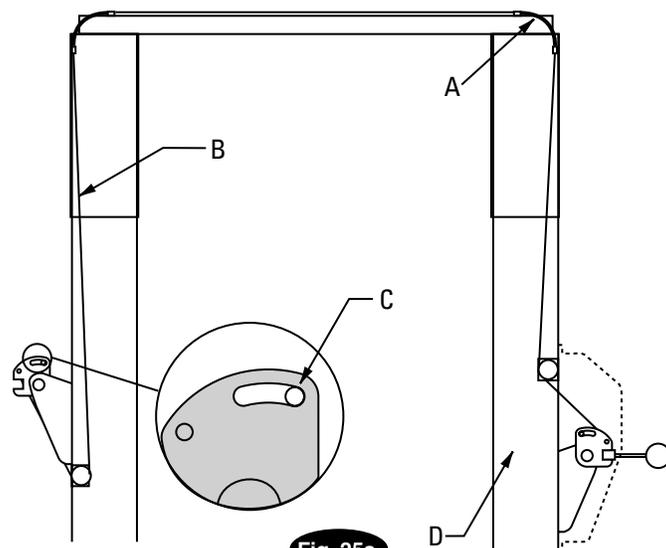
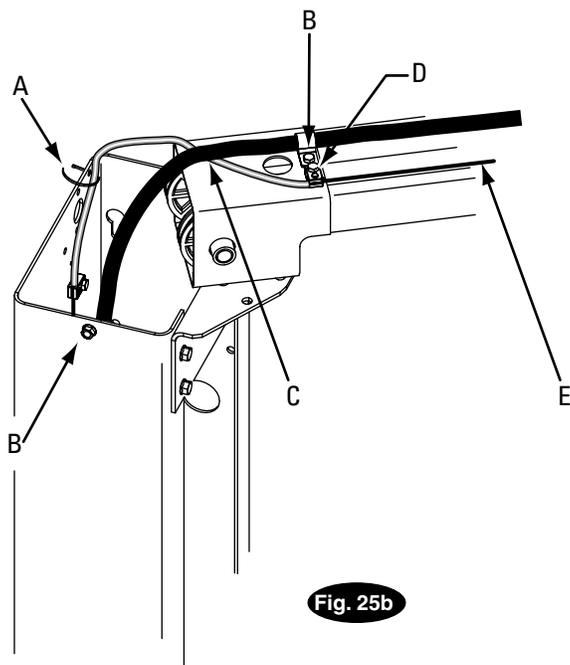
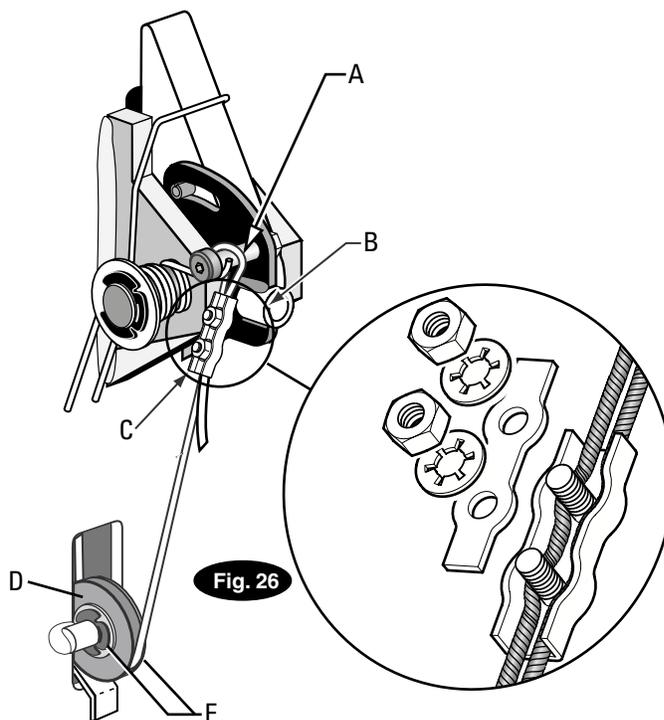

Fig. 25a
Fig. 25b
Fig. 26
- D) Fissare le staffe della guida del cavo del gancio di arresto alla traversa superiore come mostrato nelle figure 25a e 25b. Utilizzare sempre i fori sul lato di avvicinamento al ponte di sollevamento. Fissare le viti cilindriche a testa esagonale nel foro più vicino al centro della traversa superiore, fig. 25b.
- E) Far passare il cavo in alto all'interno della colonna e attraverso la guida del cavo del gancio di arresto, fig. 25a & fig. 25b.
IMPORTANTE Fissare la guida del cavo del gancio di arresto alla prolunga della colonna mediante i fissacavo forniti, come mostrato in fig. 25b. Per il fissaggio deve essere utilizzato il foro più vicino al bordo esterno della colonna sul lato **OPPOSTO AL LATO ENTRATA**.
- F) Fare poi passare il cavo attraverso la guida del cavo del gancio di arresto nella colonna a sinistra, fig. 25a & fig. 25b, facendovelo passare attraverso, fig. 25b.
IMPORTANT Fissare la guida del cavo del gancio di arresto alla prolunga della colonna mediante i fissacavo forniti, come mostrato in fig. 25b. Per il fissaggio deve essere utilizzato il foro più vicino al bordo esterno della colonna sul lato **OPPOSTO AL LATO ENTRATA**.
- G) Posare verso il basso il cavo del gancio di arresto all'interno della colonna sinistra e far passare la sua estremità attraverso la fessura della puleggia del cavo del gancio di arresto inferiore, in modo che il cavo si trovi di nuovo fuori dalla colonna, fig. 26.
- H) Montare la puleggia del cavo del gancio di arresto e gli anelli di arresto nella fessura inferiore della colonna del gruppo non generatore, come mostrato in fig. 26.
Dettaglio fig. 25a
- I) Far passare il cavo sotto il lato inferiore della puleggia del cavo del gancio di arresto, fig. 26.
Dettaglio fig. 25b
- K) Inserire il cavo nel supporto per cavo lungo un lato, avvolgerlo intorno alla vite a spallamento e ricondurlo indietro, inserendo il cavo lungo l'altro lato del supporto per cavo, fig. 26. Applicare di nuovo la copertura sul supporto per cavo e stringere leggermente.
- L) Abbassare quindi la piastra di comando, fig. 25a & fig. 26, per evitare qualsiasi gioco tra la fessura della piastra di comando ed il perno del gancio di arresto, fig. 25a.
Dettaglio fig. 26